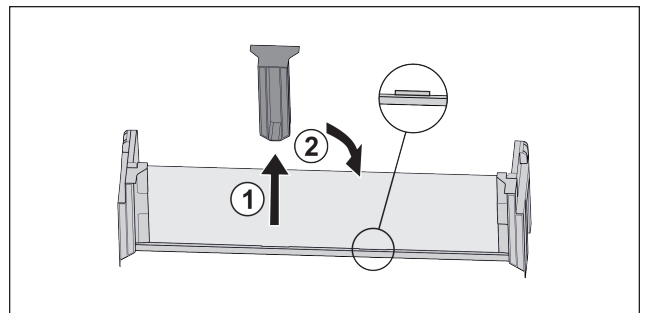

Fig. 28
- ▶ Retire la pieza de sujeción del medio Fig. 28 (1).
- ▶ Inserte la pieza de sujeción central en la segunda posición Fig. 28 (2).